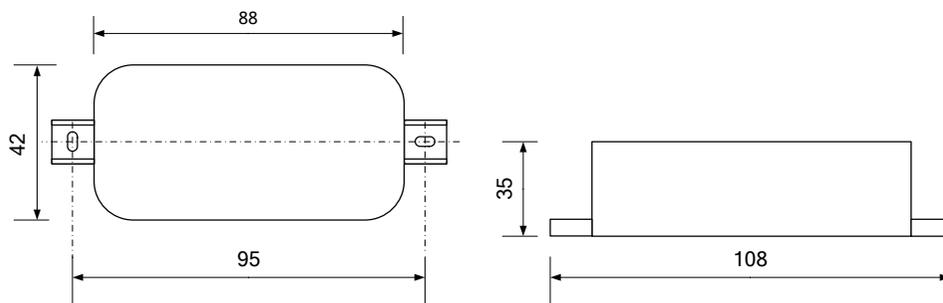

Рис. 1 – Габаритные размеры ЭПК
- 2.11. Габаритные размеры ЭПК указаны на рис.1.